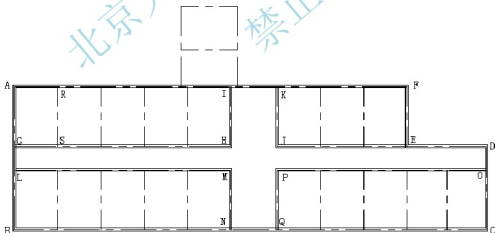

图 2.41 绘制 EJK、LMN、OPQ 内墙
(3) 按 Enter 键重复执行【多线】命令，分别绘出 EJK、LMN、OPQ 这 3 段内墙，如图 2.41 所示。
(4) 按 Enter 键重复刚刚使用过的【多线】命令，捕捉如图 2.41 所示的 R 点和 S 点，则绘制出 RS 内墙，按 Enter 键结束命令。